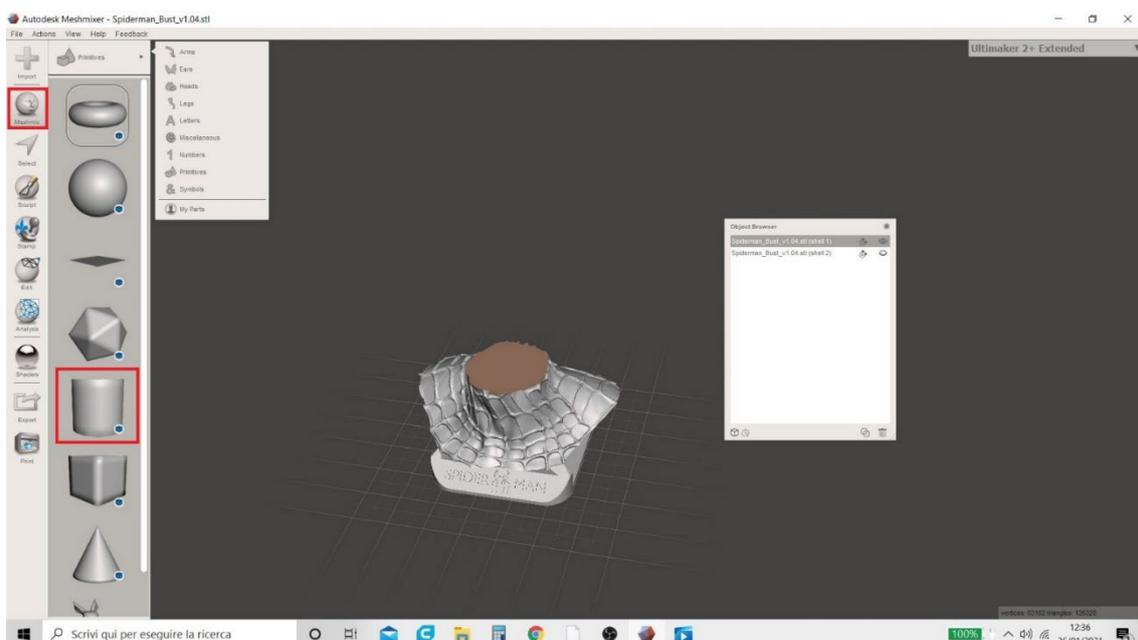

Figura 9 Meshmixer
2. Per prima cosa rendi visibile il modello "Shell 1" e nascondi il modello "Shell 2". Nel menu "Meshmix", selezionare la geometria a forma di cilindro (definita come "Pivot" - Figura 9 Meshmixer) e trascinare questa geometria sul modello con il mouse. Il software permette di scalare (sia come diametro di base che come altezza) il Pivot e di spostarlo nel punto corretto.